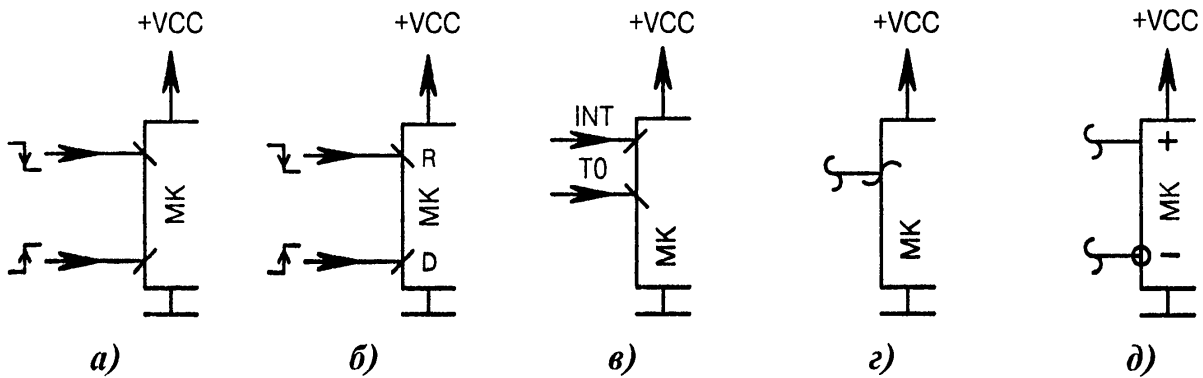

Рис. 1.18. Условные обозначения входных сигналов МК:
- входные сигналы (Рис. 1.18, а...д);